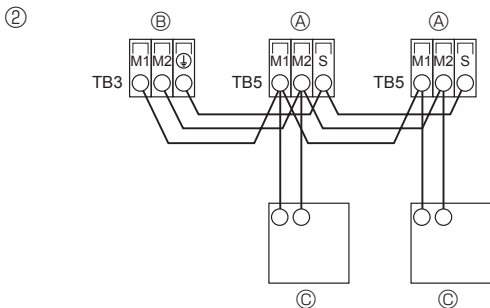

Fig. 6-4
- ② Commande à distance M-NET (Fig. 6-4)